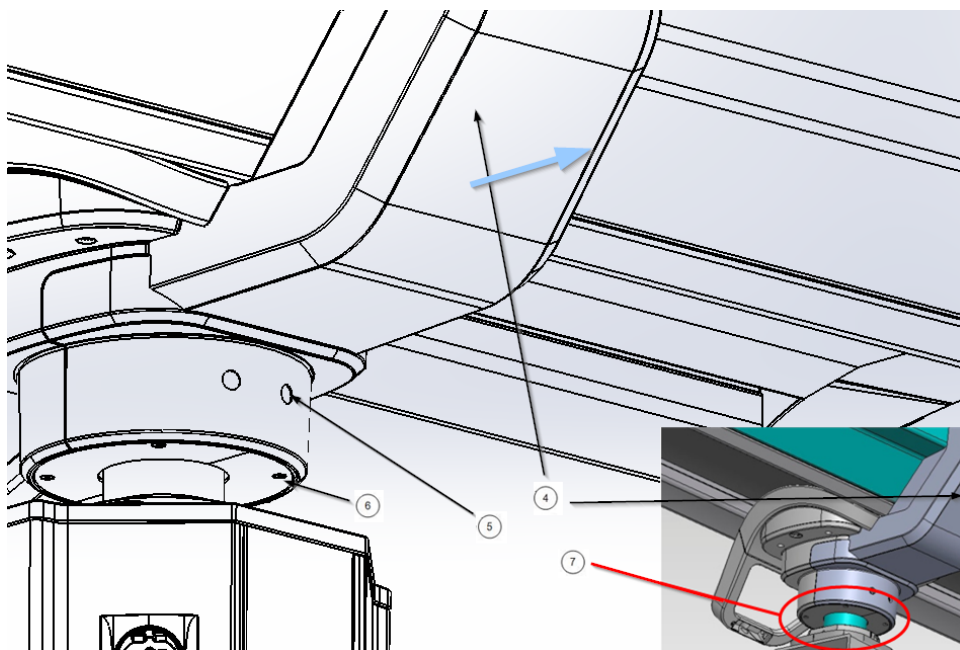

Fig. 5 Verwijderen van de achterste sierkap
- Open de zijdeksels van de servicekop ① door de cilindrische inbusschroeven M4x16 ④ aan de boven- en onderkant te verwijderen. Nu kunt u het zijdeksel openen zoals weergegeven in afbeelding 5, waardoor de binnenkant van de servicekop zichtbaar wordt.